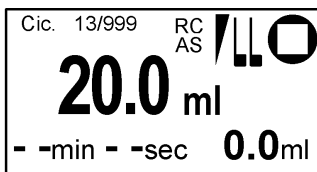

Fig. 47: Pantalla principal
- ➔ Aparece la pantalla principal (véase Fig. 47)